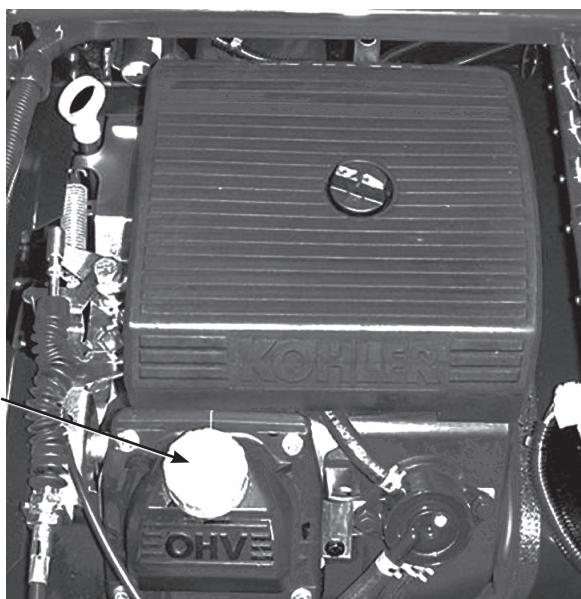

図35
- 所要量の約 80% のオイルを補給口(図35)から入れる。